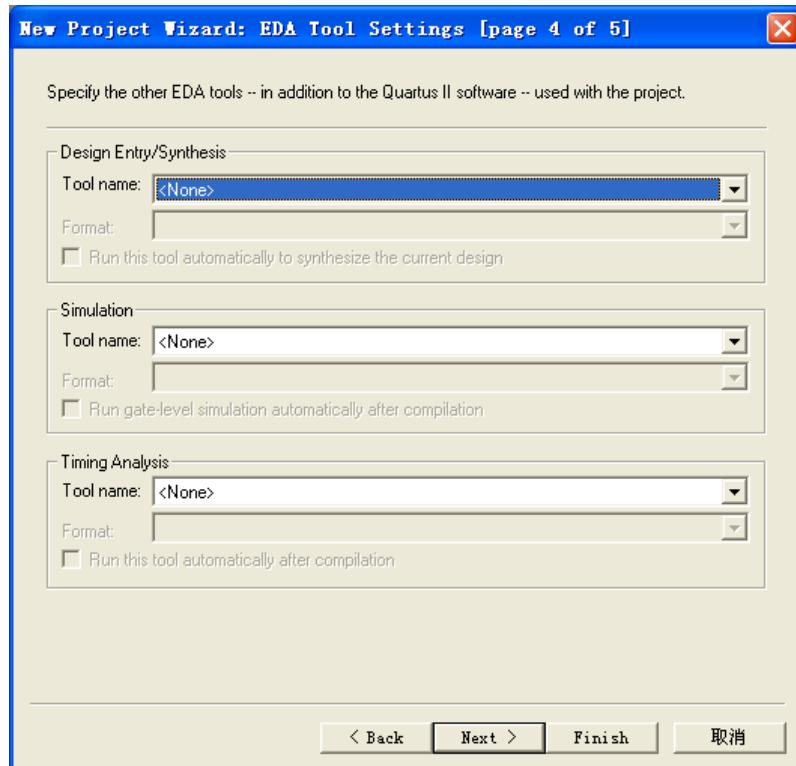

图 3-7 设置 EDA 工具
6. 设置 EDA 工具。设计中可能会用到的 EDA 工具有综合工具、仿真工具以及时序分析工具。本次实验中不使用这些工具，因此点击 Next 直接跳过设置。如图 3-7。